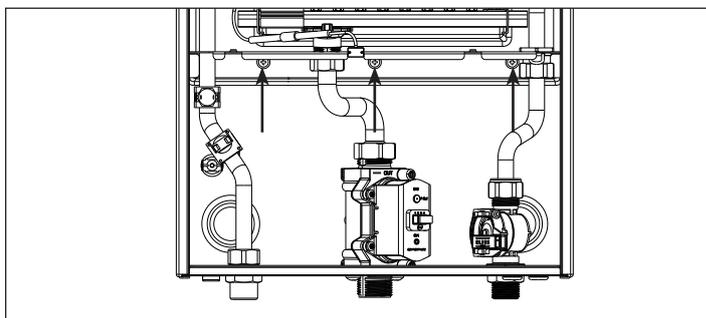
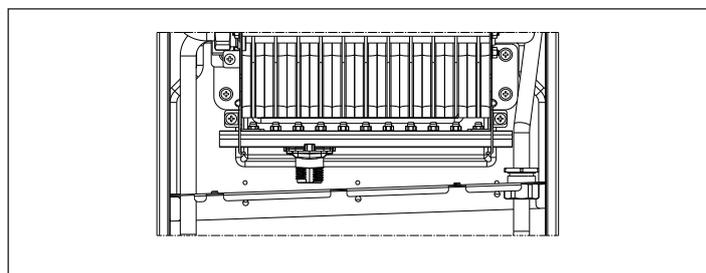

Fig. 15 - Desmontar componentes
Fig. 16 - Desmontar componentes
- Desatornille los tornillos indicados en fig. 15 y baje la lámina metálica (fig. 16)